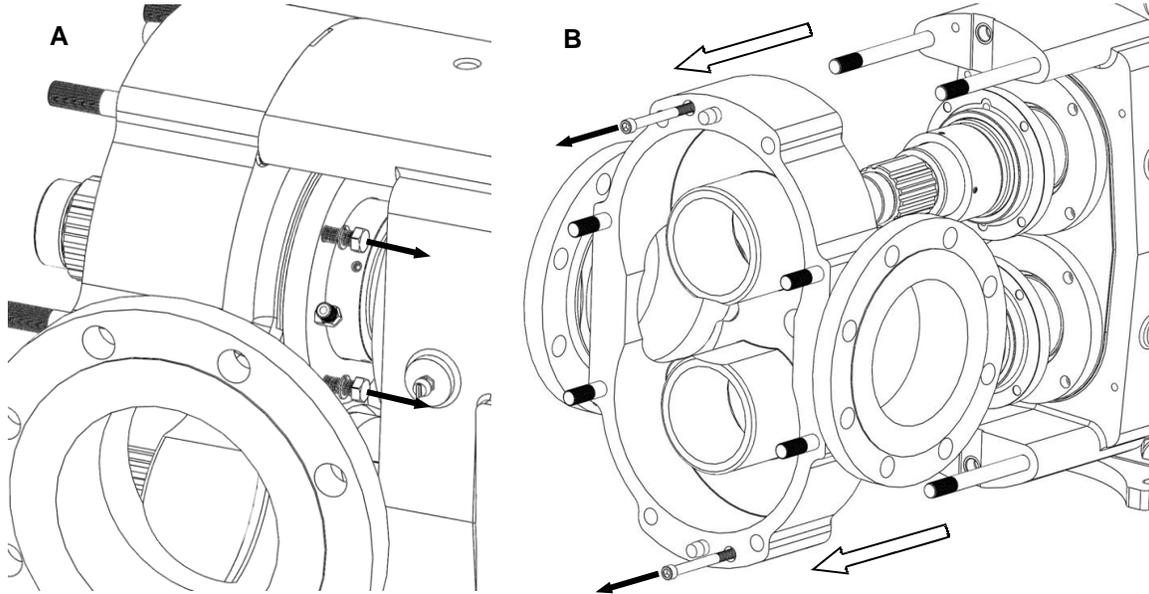

**Figura 27: Retirar el cuerpo de la bomba**
5) Retire los dos tornillos de sujeción del cuerpo con el destornillador apropiado. Jale el cuerpo de la bomba deslizando a lo largo de los pernos (Figura 27). Si el cuerpo está atascado, use un mazo suave para golpear el cuerpo. Inspeccione el cuerpo para ver si está excesivamente desgastado, límpielo y continúe con el mantenimiento del sello. Es importante volver a ensamblar el cuerpo de la bomba en la caja de engranes original porque los ejes están calzados para ese cuerpo en particular.